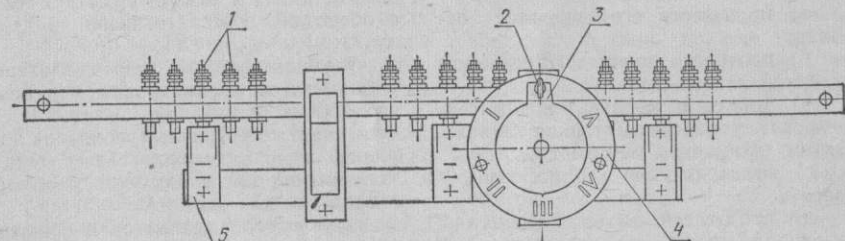

Рис. 4. Высоковольтный переключатель:
4.3. Переключатель (рис. 4) предназначен для регулирования напряжения на стороне ВН путем соединения соответствующих ответвлений обмоток и рассчитан на номинальный ток до 63 А и номинальное напряжение до 35 кВ.